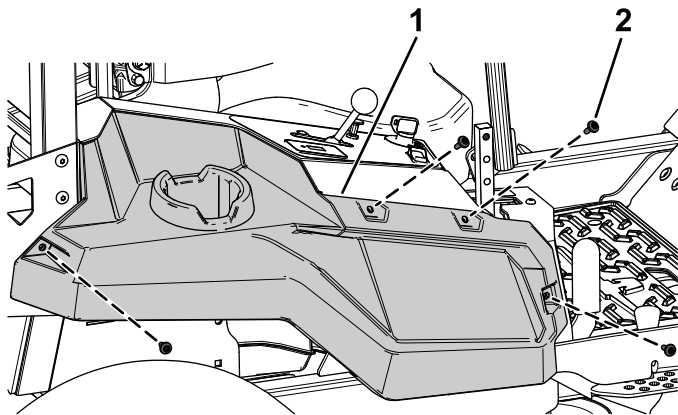

Figura 10
3. Rimuovete le 4 viti di spallamento che fissano la capsula laterale destra (Figura 10).
4. Rimuovete la capsula laterale destra (Figura 10).
7. Fissate la capsula laterale destra utilizzando le 4 viti di spallamento rimosse in precedenza (Figura 10).